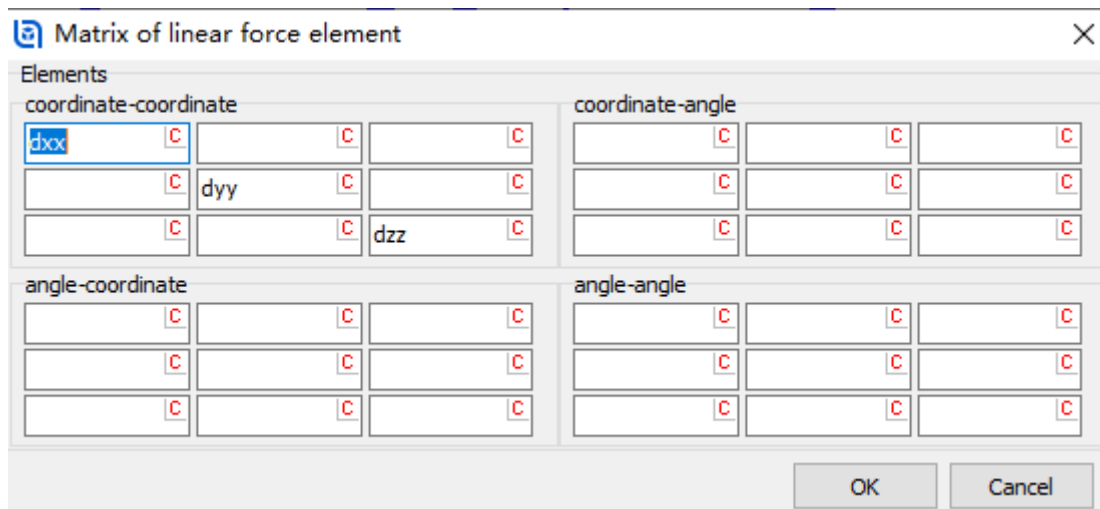

图 2.25
7. 点击 **Parameters** 页面 **Damping matrix** 一栏的按钮 ，按图 2.25 所示设置阻尼参数，并赋初值 $dx_x=1e3$ ， $dy_y=1e3$ ， $dz_z=1e3$ ，点击 **OK**。